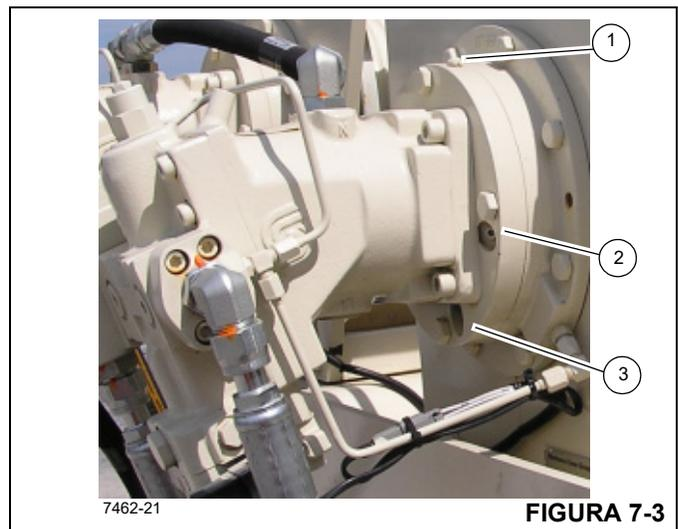

FIGURA 7-3
Para revisar el aceite de freno del malacate, saque el tapón de inspección (2, Figura 7-3) e inspeccione el nivel de aceite visualmente. El aceite deberá estar al nivel del fondo del agujero de inspección. Si se necesita más aceite, agregue a través del agujero del tapón de ventilación/llenado (1) hasta que el aceite esté en el nivel inferior del agujero de inspección.
- Retire el tapón de vaciado (3), (Figura 7-3), tapón de inspección (2) y el tapón de ventilación (1).
- Vuelva a instalar el tapón de vaciado (3) y añada aceite por el agujero de ventilación de aceite de freno (1) hasta el nivel inferior del agujero de inspección (2). Vea la Tabla 7-2. La capacidad de llenado del freno de malacate es 0.23 l (0.25 qt).
- Instale el tapón de inspección (2) y el tapón de ventilación/llenado del aceite (1).